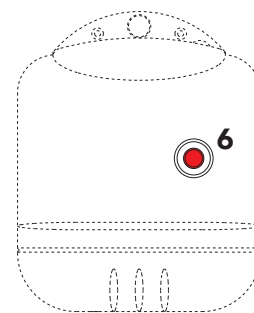

fig. 1
Voor korte periodes van stilstand volstaat het de schakelaar **5** (fig. 1) op het bedieningspaneel in de stand "0" te zetten. Voor langere periodes van stilstand, dient de schakelaar **5** te worden afgezet en de brandstofklep te worden gesloten. Voor lange periodes van stilstand in de winter is het bovendien nodig, om vorstschade te voorkomen, de installatie te voorzien van een antivriesproduct of volledig te ledigen.
- a De branderblok aangeduid door het controlelampje **6** (fig. 1). De handleiding van de brander raadplegen.